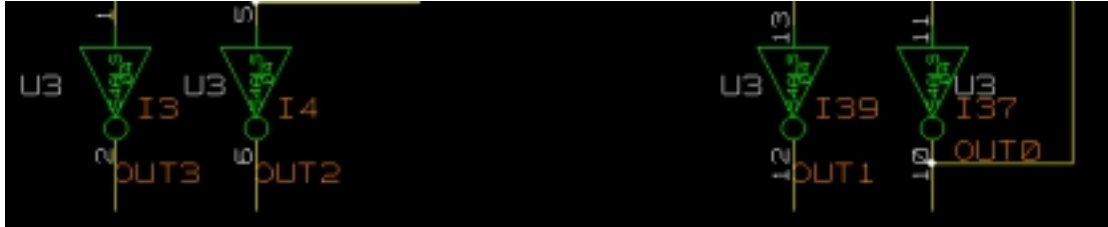

图 4.3
2. 选择 Tools-> Backannotate，不难发现 4 个 LS04 被封装在一起，名为 U3，且元件的管脚标号被显示了出来，如图 4.3